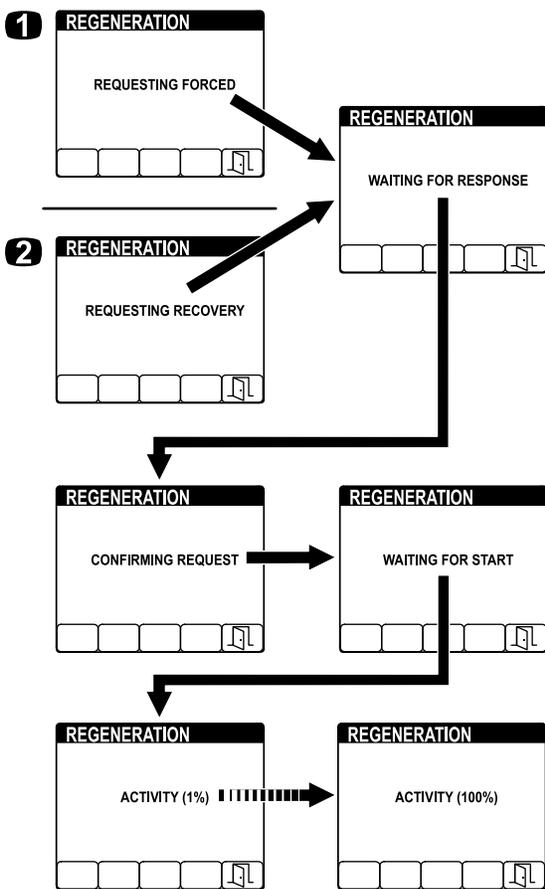

図 69
4. 再生が進行するにつれて、インフォセンターの表示が次のように変わる 図 69